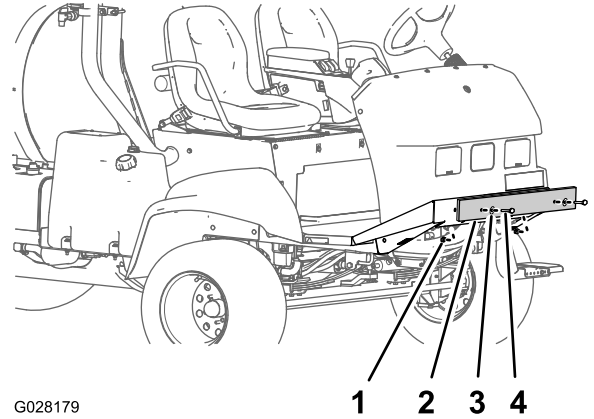

図 4
1. 出荷用のバンパーを前シャーシプレートに固定しているボルト、ワッシャ、ナットを取り外す 図 4。
2. 機体から出荷用のバンパーを取り外す 図 4。